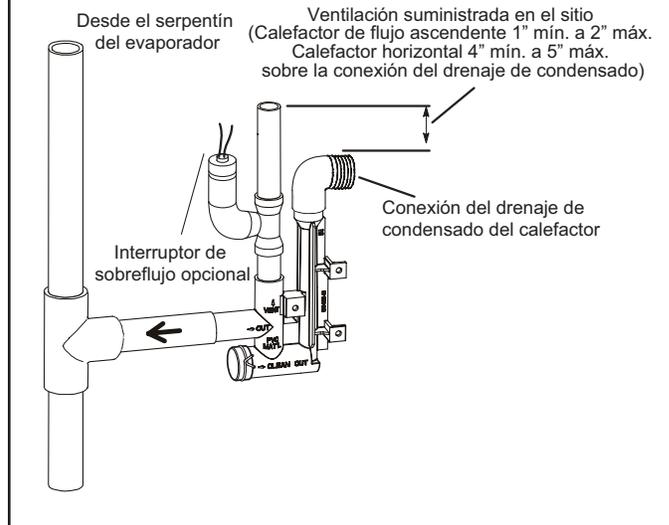
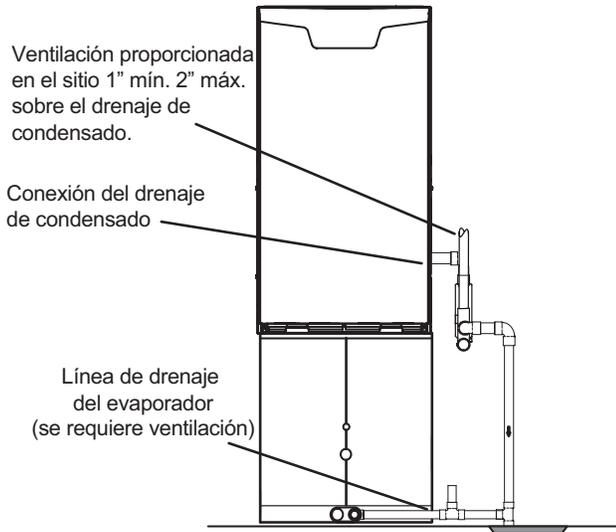

**FIGURA 51**
**FIGURA 53**
- 5 - La FIGURA 51 muestra el calefactor y el serpentín del evaporador usando un drenaje separado. Si es necesario, la línea de condensado del calefactor y del serpentín del evaporador se pueden drenar juntas. Ver la FIGURA 52 y la FIGURA 53. La ventilación proporcionada en el sitio debe ser de un largo mínimo de 1" hasta un largo máximo de 2" arriba de la conexión de la salida de drenaje de condensado.